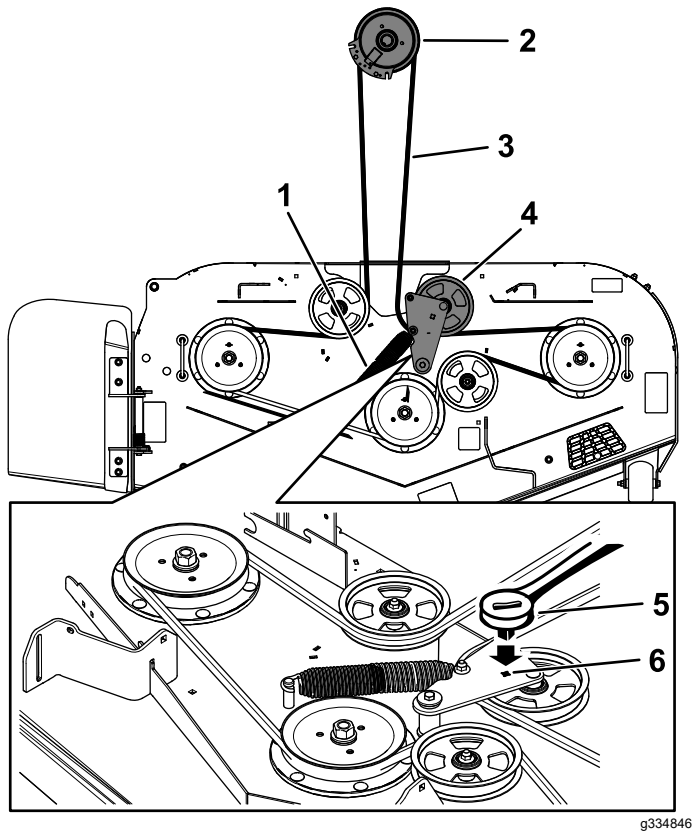

Bild 60
8. Setzen Sie eine $\frac{3}{8}$ -Zoll Ratsche in das rechteckige Loch im Spannarm ein, um die Spannung an der Spannscheibenfeder zu lösen (Bild 60).
10. Nehmen Sie die Riemenschutzvorrichtung am gefederten Spannarm ab (**Bild 60**).
12. Verlegen Sie den neuen Riemen um die Mähwerk- und Bremsspannscheiben unter dem Motor (**Bild 60**).
13. Legen Sie die Riemenführung auf den Spannarm (**Bild 60**).
14. Setzen Sie die Spannscheibenfeder mit Hilfe der $\frac{3}{8}$ -Zoll Ratsche im rechteckigen Loch ein (**Bild 60**).